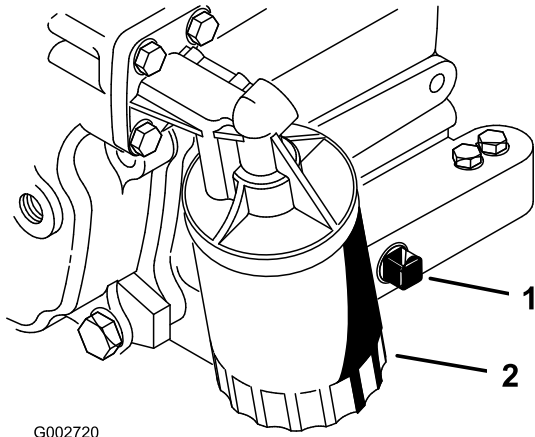

Figura 26
2. Retire el tapón de vaciado (Figura 26) y deje fluir el aceite a un recipiente apropiado. Cuando el aceite deje de fluir, coloque el tapón de vaciado.
3. Retire el filtro de aceite (Figura 26).